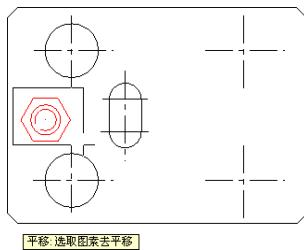

图4-40 选取平移图素
- ② 在主菜单中选择“转换”|“平移”命令，或直接单击“转换”工具栏中的“平移”按钮 $\square\triangleleft$ 。
- ③ 根据系统提示，选取平移图素。在绘图区内选取如图4-40所示的螺钉作为平移的图素，并按回车键确认。